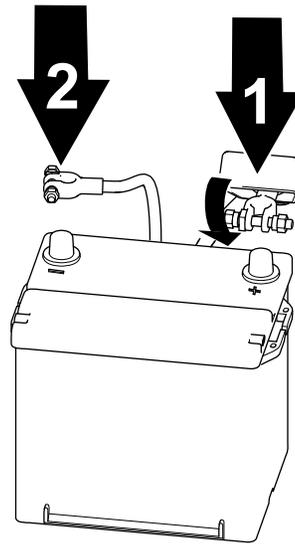

Figura 60
1. Conecte el cable positivo a la batería y apriete la tuerca de pinza de la batería (Figura 60).
2. Conecte el cable negativo a la batería y apriete la tuerca de pinza de la batería (Figura 60).